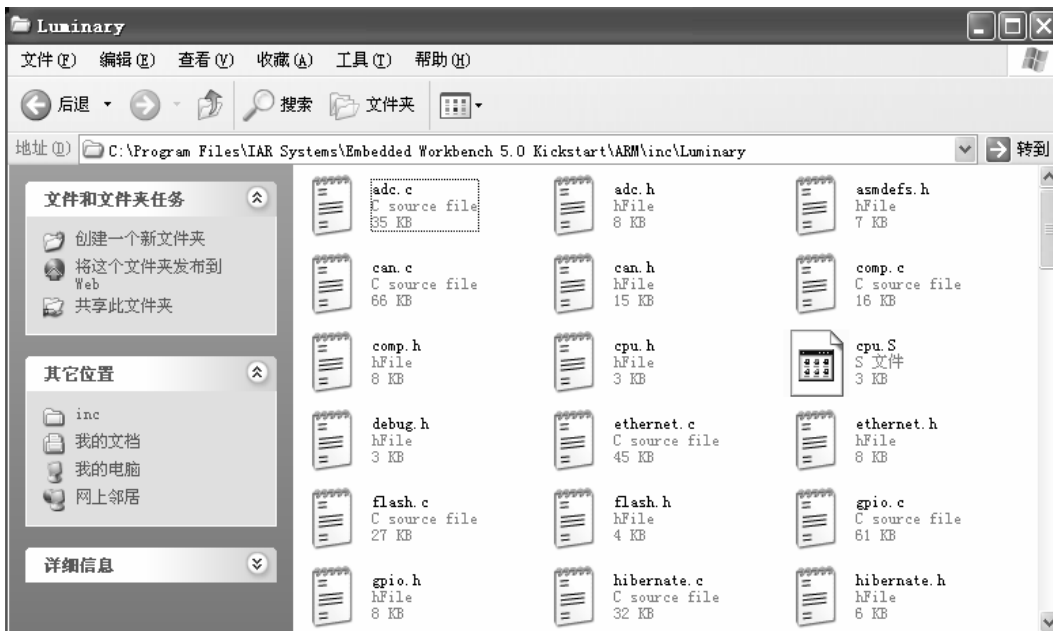

图 1.16 驱动库头文件存放目录
3、将“C:\PDL-LM3S-2752\DriverLib\src”下所有的“*.c”、“*.h”文件以及“CPU.S”复制到“C:\Program Files\IAR Systems\Embedded Workbench 5.0 Kickstart\ARM\inc\Luminary”下；复制后如图 1.16所示。